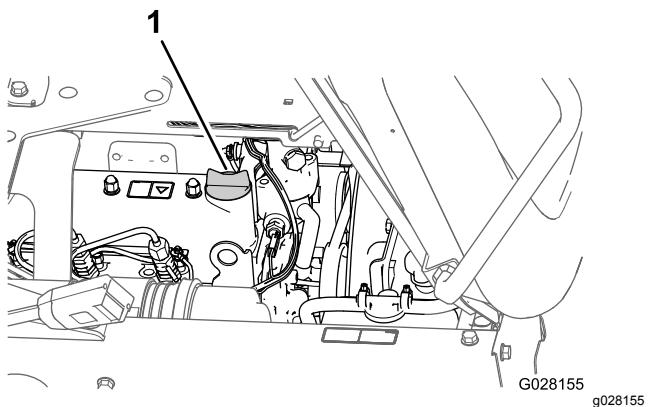

Figura 71
- Si el nivel de aceite es bajo, retire el tapón de llenado de la tapa de válvulas y vierta aceite por el cuello de llenado hasta que el aceite llegue a la marca Lleno de la varilla (Figura 71).